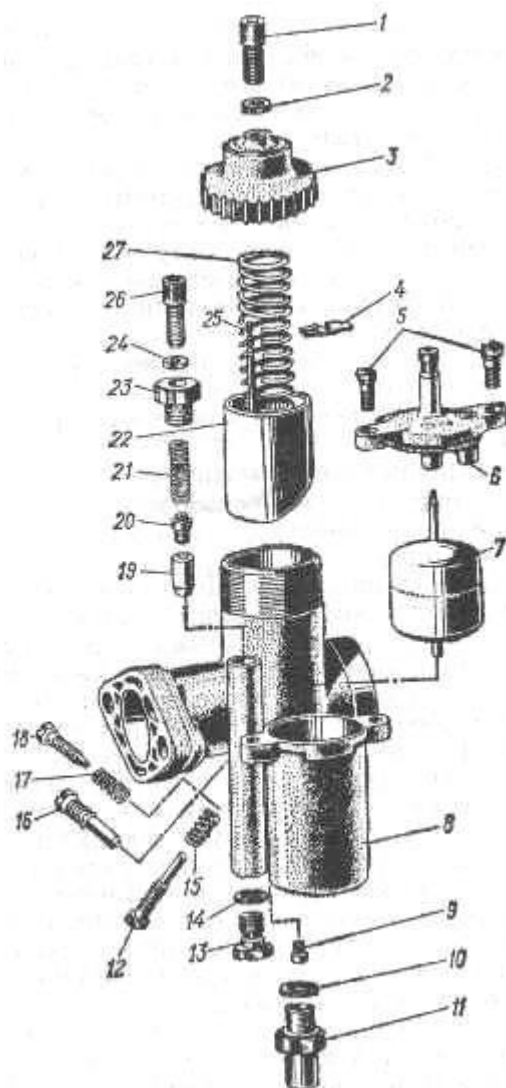

Рис. 7. Детали карбюратора "Иков" 2926СД:
1. отвинтить крышку 3 (рис.7) золотникового колодца (если она была завернута после снятия карбюратора), вынуть пружину 27 и дроссельный золотник основного карбюратора с дозирующей иглой 25; у карбюратора "Йиков" 2926СД вывинтить крышку 23 пускового карбюратора и вынуть пружину 21 и дроссельный золотник пускового карбюратора 19 с фиксатором 20 троса;